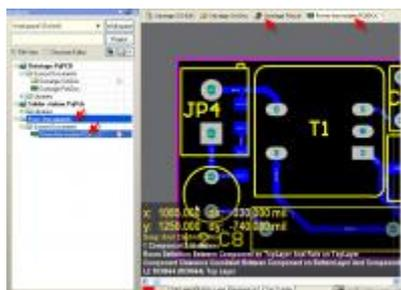

Рис. 101
1. Открываем позаимствованную у кого-нибудь плату, через Главное меню File Open... Плата открывается, как свободный документ (рис.101).